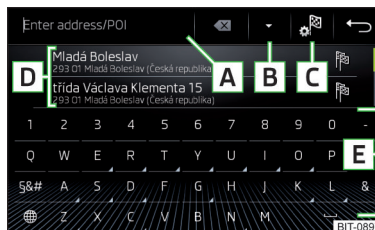
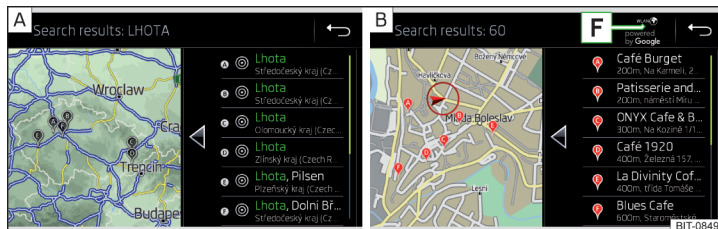

Fig. 184
Fig. 185 Lista de los destinos solicitados: en los datos de navegación / online
Superficies de función » fig. 184 y » fig. 185
En el área **D** » fig. 184 se muestra una lista de los destinos solicitados.
- **o:** pulsar la superficie funcional **B** » fig. 184.
-  Los destinos solicitados en los datos de navegación » fig. 185 - **A**.
-  Los destinos solicitados online » fig. 185 - **B**.
En el menú para la búsqueda del destino en el área **[D]** » fig. 184 de la pág. 154 se visualiza una lista corta de los últimos destinos.